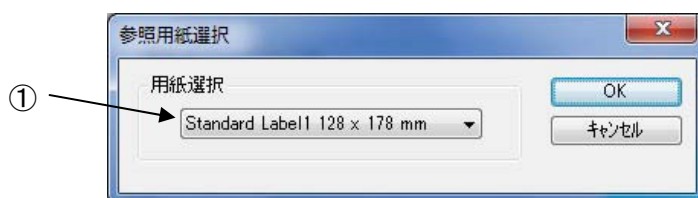

図 1.6.5 参照用紙選択画面
- ①各設定値を登録済みの用紙から参照します。クリックすることにより、図 1.6.5 に示す画面が表示されます。